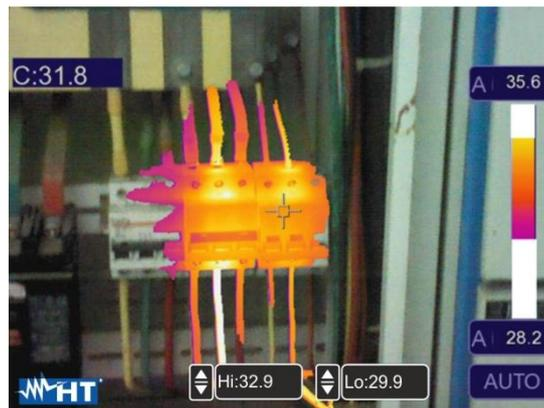

Fig. 40: Sélection de la zone visible
11. Touchez les champs « Hi » et « Lo » en bas de l'écran et utilisez les touches fléchées ▲ ou ▼ pour définir la valeur seuil de température **maximale** et **minimale**. L'instrument montre sous forme d'image radiométrique IR les points dont la température est comprise entre les seuils « Lo » et « Hi » et sous forme d'image visible les points dont la température est en dehors de cette plage (voir Fig. 40)